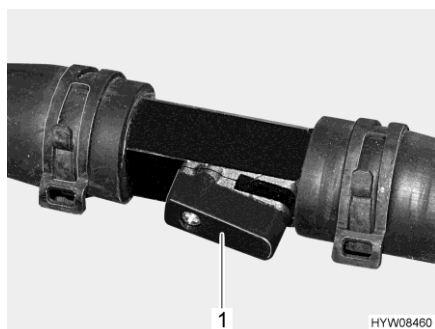

Bild 174 Avstängningsventil (öppen)
- Ställ spaken (Bild 174,1) parallellt med rörledningen (Bild 174). Ju mer man öppnar avstängningsventilen desto högre blir värmeeffekten.
- Ställ spaken (Bild 174,1) vinkelrät med rörledningen. För värmekretsloppet används en kringgående ledning.